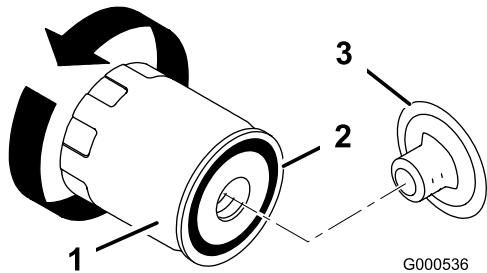

Figura 37
9. All'occorrenza, cambiate il filtro dell'olio (Figura 37).
2. Togliete il filtro usato e tergete la superficie della guarnizione dell'adattatore del filtro (Figura 37).
- Spalmate un velo di olio pulito sulla guarnizione di gomma del filtro di ricambio (Figura 37).
- Montate il nuovo filtro dell'olio sull'adattatore. Girate il filtro in senso orario finché la guarnizione di gomma non tocca l'adattatore, quindi serrate il filtro di un altro 1/2 o 3/4 di giro (Figura 37).